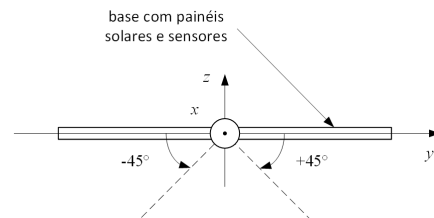

Figura 5: Rotação total da base para o eixo x (igual para o eixo y).
- (1,0) Quantos pulsos são necessários para a base rotacionar de -45° a $+45^\circ$ em relação ao plano horizontal para x ou y , vide Figura 5?